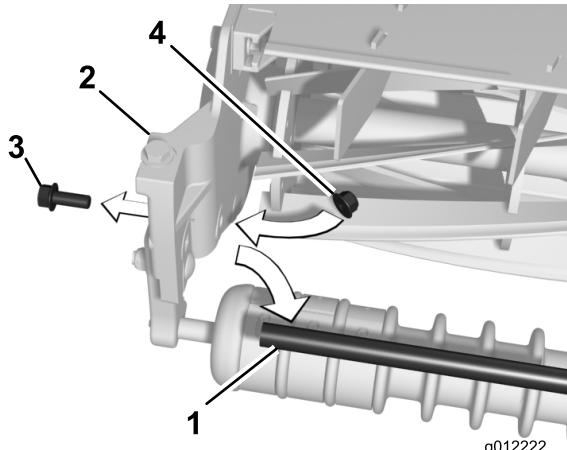

Figura 11
- Desenrosque los 2 pernos con arandela prensada que sujetan el tubo de refuerzo a las chapas laterales de la unidad de corte (Figura 11). Retirada del tubo de refuerzo.
- Sujete los pernos con arandela prensada a las chapas laterales de la unidad de corte con las 2 contratueras con arandela prensada (3/8") incluidas (Figura 11).